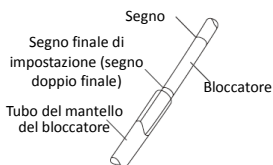

Fig.2
- Quando si spinge il puntale del bloccatore fuori dalla tasca del tubo endotracheale, assicurarsi di afferrare l'asta del bloccatore vicino al tubo del mantello del bloccatore (l'area tra il segno finale di impostazione e il primo segno di profondità, come viene mostrato in Fig. 2). In caso contrario, si potrebbe piegare o rompere l'asta del bloccatore.